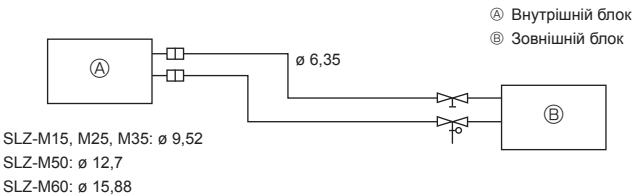

Fig. 5-1
5.2. Труба холодоагенту (Fig. 5-1)